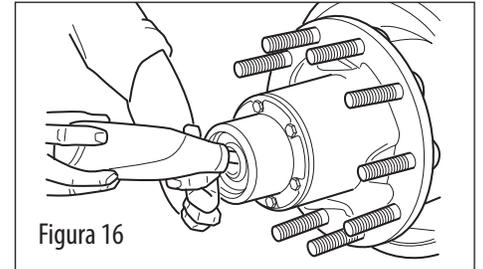

Figura 16
1. Para la maza de dirección, llene la maza a través de la tapa de maza con el aceite. Puede ser necesario agregar lubricante más de una vez para llenar la maza de forma adecuada (vea la figura 16).